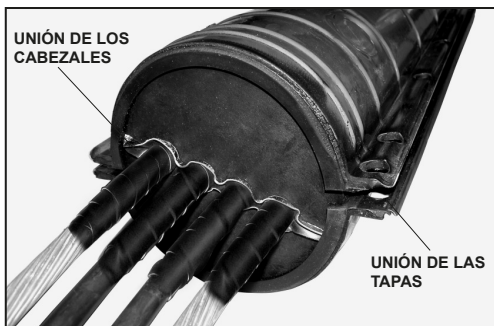

Figura 65
**Recomendación:** Al instalar las tapas no haga coincidir la unión de los cabezales con la unión de las tapas, evitando así la incidencia de las mismas (Figura 65).